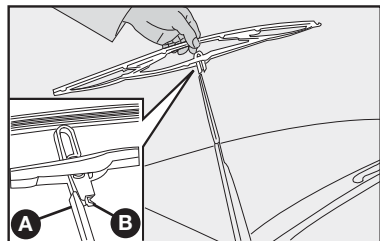

fig. 22
Substituição das palhetas do limpador do para-brisa - fig. 22
2) Tirar a palheta apertando a trava **B**-fig. 22 na haste **A** e simultaneamente empurrando-a para baixo; a seguir, desengatar a palheta da haste **A**;